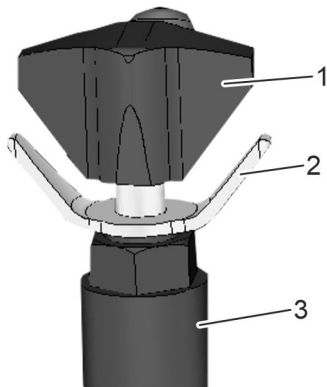

Abb. 28: Druckeinstellventil
2. ➤ Verstelleisicherung (Abb. 28/2) lösen. Dazu gegen den Uhrzeigersinn drehen.
3. ➤ Drehregler (Abb. 28/1) gegen den Uhrzeigersinn drehen. Komplette öffnen.